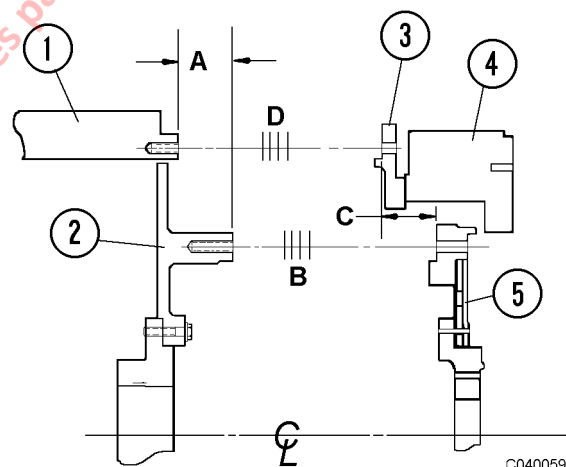

FIGURA 4-4. UBICACIONES DE LAS LAINAS
3. Consulte la Figura 4-4. Mueva el cigüeñal del motor hacia atrás, hasta el final de su carrera.
Consulte la Figura 4-4.z
B = _____ de espesor del paquete de laines que se instalará en la posición «B», Figura 4-4.
D = _____ de espesor del paquete de laines que se instalará en la posición «D», Figura 4-4.